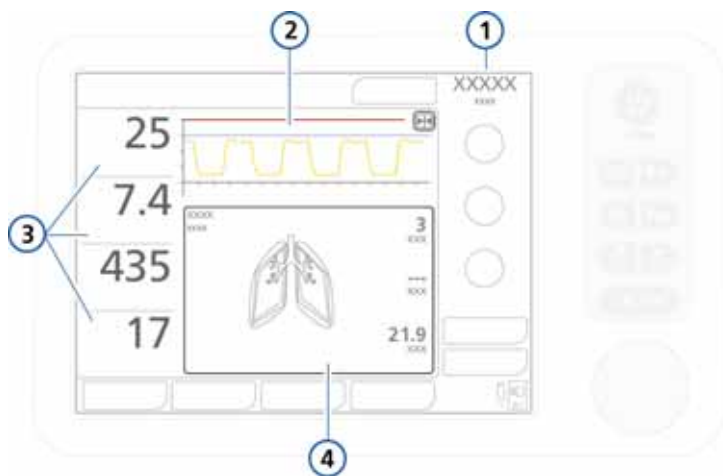

Рисунок 6-1. Главный экран
Во время вентиляции можно просматривать данные пациента на экране аппарата HAMILTON-C1 (рис. 6-1). В зависимости от действующих в вашем учреждении норм, изображение на экране можно настроить для отображения различных кривых, петель или трендов либо графиков интеллектуальной панели. Работать с окном «Мониторинг» можно в любое время, не прерывая процесс вентиляции легких.
- Кривая давления/времени. Этот график отображается постоянно, и его нельзя настраивать. См. пункт 4 на рис. 6-1.